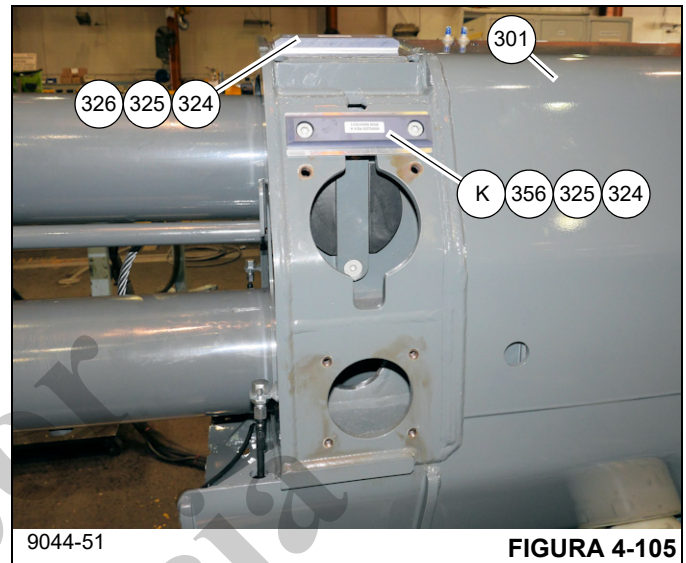

FIGURA 4-105
56. Repita los pasos 53 al 55 e instale el pasador de polea (313) y placa (321), arandelas (335), polea (302) y escuadra de retenedor de cable (315) en el lado izquierdo de la sección telescópica 2 (301).
57. En la parte delantera de la sección telescópica 2 (301), instale la almohadilla de desgaste lateral (356 - K) y los suplementos (325, 324) en el conjunto superior de los
agujeros de montaje con los pernos (327) (vea la Figura 4-105) (lados izquierdo y derecho).
58. Instale las almohadillas de desgaste (326) superiores derecha e izquierda y los suplementos (325, 324) con los pernos (327) (vea la Figura 4-105).
59. En la parte delantera de la sección telescópica 3 (401), tire de los dos cables de retracción delanteros (7) y quite toda holgura para asegurar que no se crucen o pillen internamente con algo.